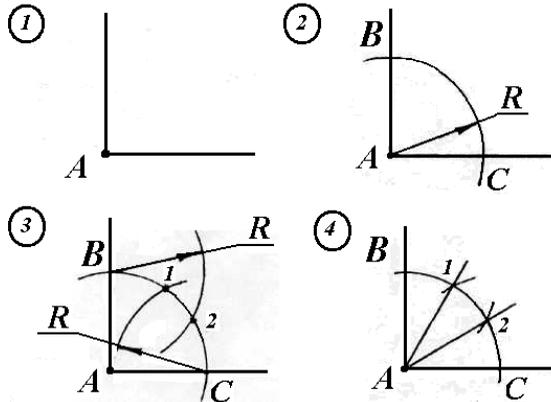

Рис. 19.
- 1) Дан прямой угол A (рис.19).